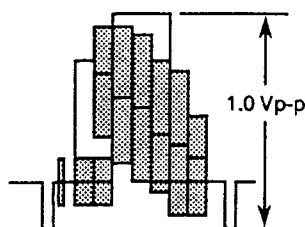

图2-5
3. 调节R203(E-E电平), 使示波器屏幕获得图2-5所示信号振幅为1.0Vp-p的规定值。